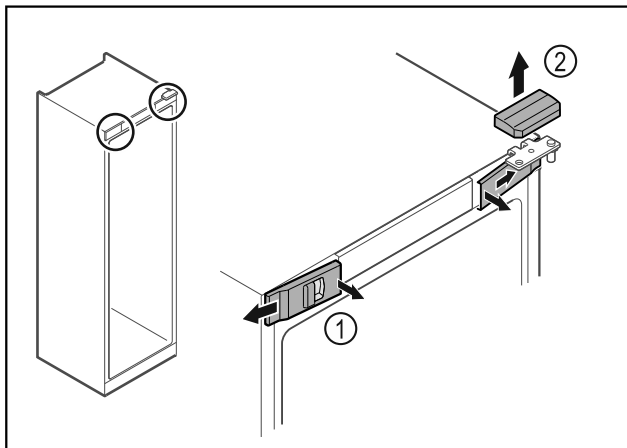

Fig. 16
- Wyczepić przednie osłonki Fig. 16 (1) i odchylić w bok.
- Górną osłonkę Fig. 16 (2) zdjąć w górę.